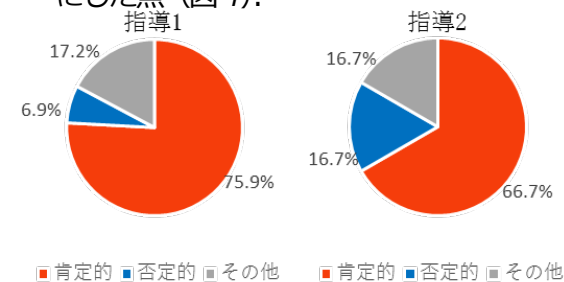

図4 プログラミングの興味関心に関するアンケート結果
④工夫した点
- ① 既存の教育教材と違いを明確にするため, 複数の教科を横断的に学べるようにした点
- ② 各学校段階に合わせた教育を行うことができるように, 発展性・応用性を備えた点。
- ③ プログラミングに興味・関心を持たせるようにした点 (図4)。